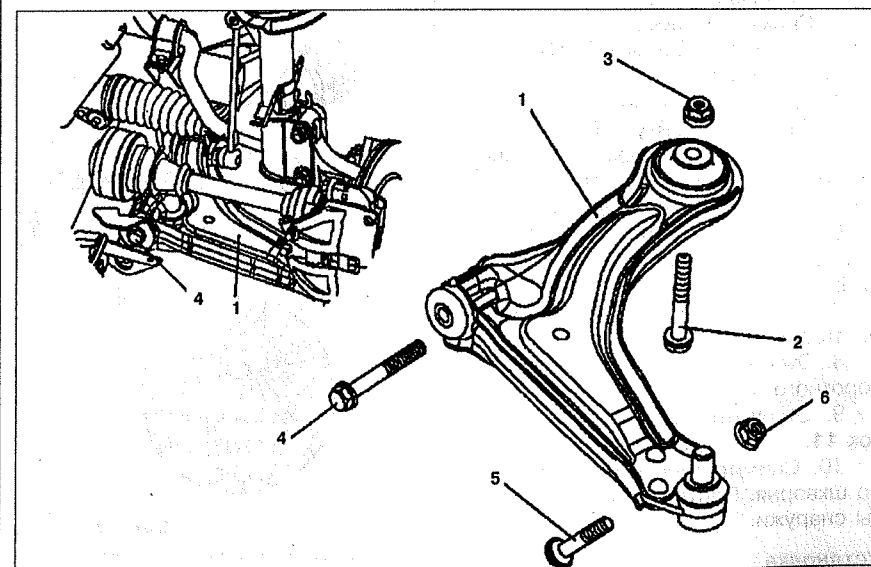

Рис. 7.3. Нижний рычаг подвески (автомобили с двигателями 111.948, 601.970 и 611.980):
2. Открутите болт 4 крепления нижнего рычага к подрамнику двигателя (см. рис. 7.3).